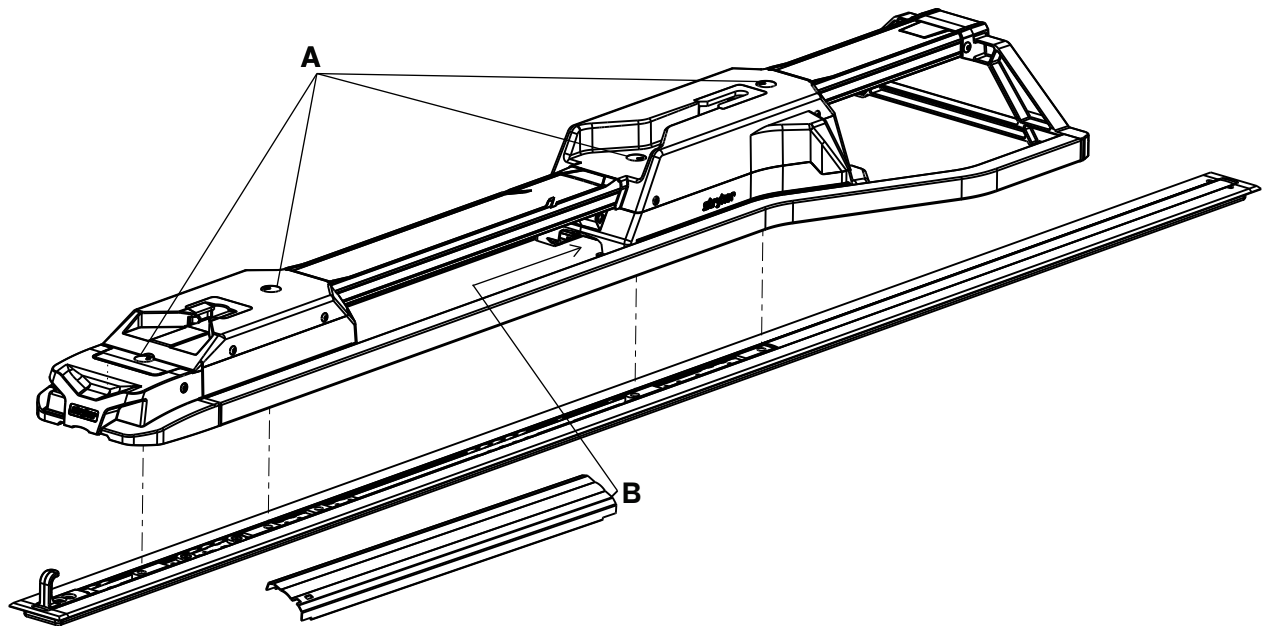

Figura 8 – Collegamento del dispositivo di ancoraggio
12. Ruotare i coperchietti girevoli (A) di mezzo giro per accedere ai bulloni collegati alla piastra a pavimento situati sotto i coperchietti stessi (Figura 8).
14. Con una chiave a brugola da 3/8 di pollice (9,5 mm), installare gli altri tre bulloni collegati alla piastra a pavimento (A) nelle due barre (Figura 8).
17. Inserire il lato senza tacca del gruppo del coperchio centrale (6392-001-011) (B) nell'apertura dell'alloggiamento del lato testa (Figura 8).
- _____ Con una chiave dinamometrica, controllare nuovamente che tutti i bulloni collegati alla piastra a pavimento (A) siano serrati a 81 ± 14 Nm. (Figura 8).